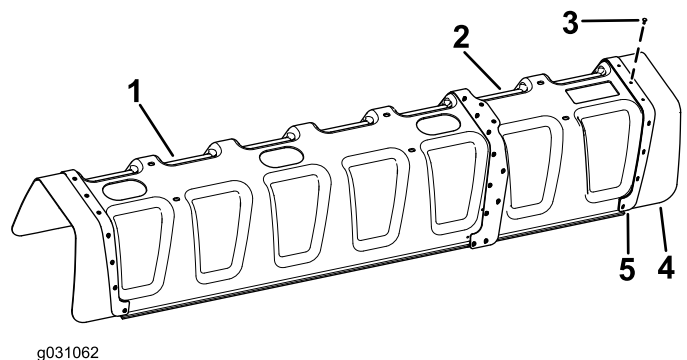

Рисунок 7
3. Используя 11 закладных заклепок (3/16 x 1/2 дюйма) и шайбы (3/16 дюйма), установите резиновый кожух и усиливающую пластину (от кожуха 11 сопл) на кожух 12 сопл (Рисунок 7).